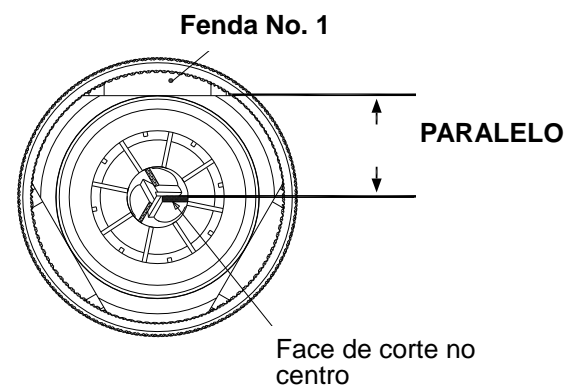

Fig. 11
- Retire o mandril girando-o no sentido anti-horário. Confirme que a face de corte no centro esteja paralela à Fenda No. 1. Caso contrário, é necessário reposicioná-la. (**Fig. 11**)